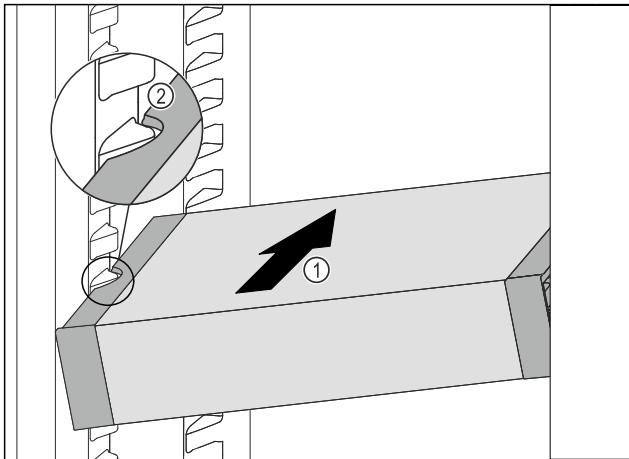

Fig. 45
- Insérer le VarioSafe en biais dans la partie réfrigérateur Fig. 45 (1) jusqu'à ce que les encoches latérales Fig. 45 (2) du VarioSafe se trouvent à la hauteur de la nervure du bac dans la partie réfrigérateur.